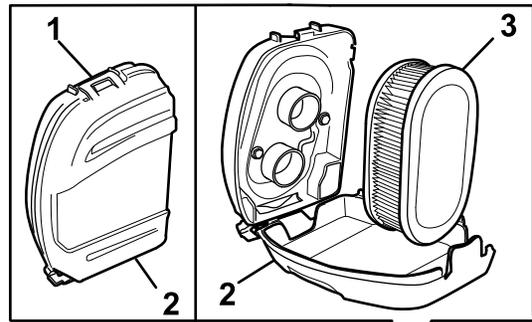

Figure 21
1. Déclipez le haut du couvercle du filtre à air (Figure 21).
2. Déposez le filtre à air (Figure 21).